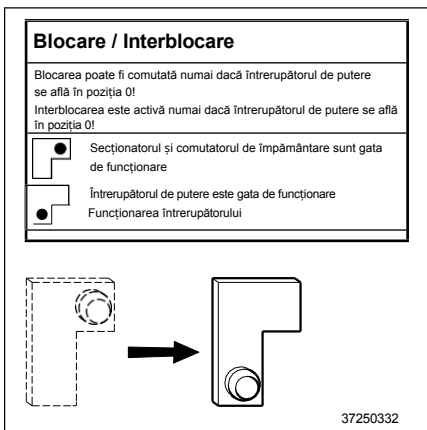

Fig. 51
**8** Activați interblocarea dintre întrerupătorul de circuit și sectionierul sau comutatorul de împământare respectiv. Faceți acest lucru mutând maneta de acționare din poziția din dreapta sus în cea din stânga jos (Fig. 51) (a se vedea și Capitolul 4.9, „Interblocări ale panoului”).